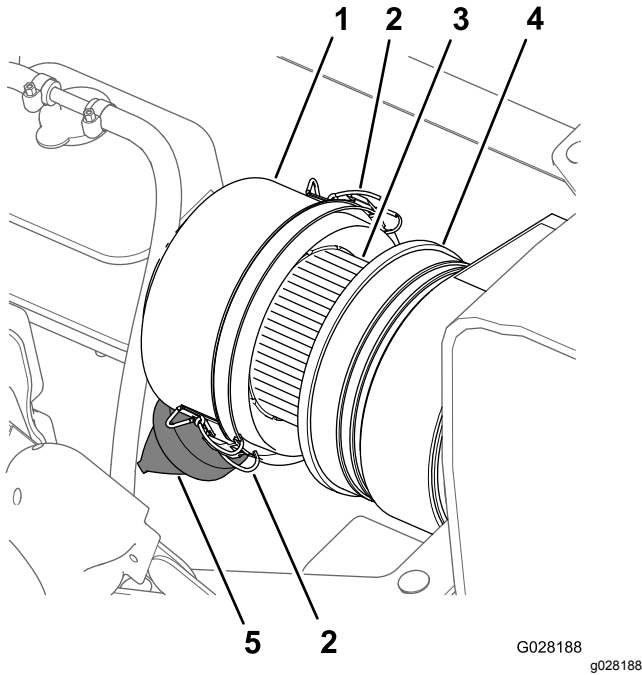
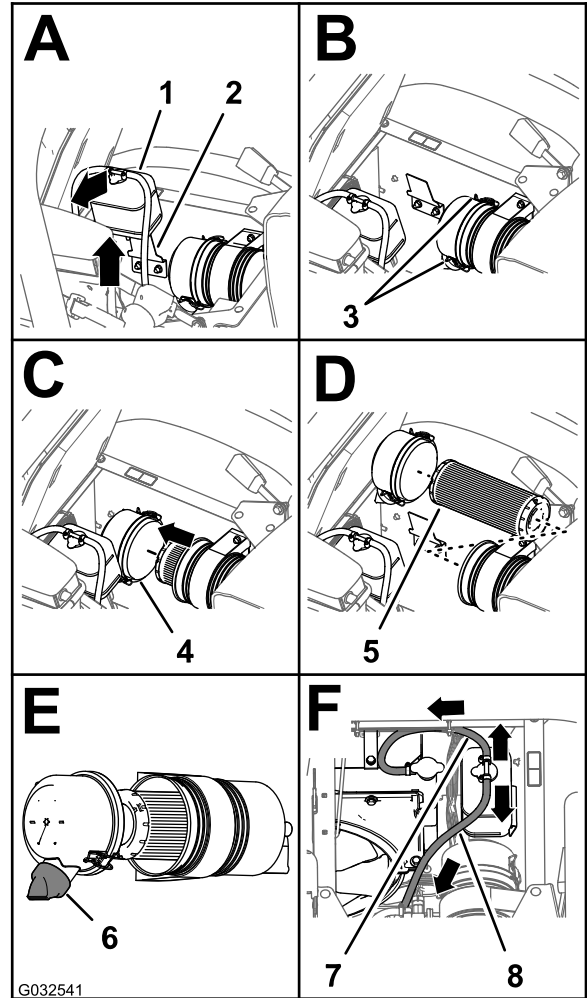

图 66
图 67
3. 清洁防尘盖和空气滤清器壳体图 66。
4. 检查空气滤清器壳体是否存在可能导致空气泄漏的损坏图 66。
5. 挤压防尘阀清除污物、灰尘和杂物 (图 66)。
7. 检查空气滤清器滤芯是否积聚了过多灰尘、污物和杂物图 66。
8. 将防尘盖安装到空气滤清器壳体上使用 2 个搭扣固定防尘盖图 66。
2. 清洁防尘盖和空气滤清器壳体图 66。
3. 向上提起冷却液溢流罐并将其移离溢流罐支撑架图 67。
4. 松开将防尘盖固定至空气滤清器壳体的 2 个搭扣图 67。
6. 用湿抹布将防尘盖、空气滤清器壳体和防尘阀内部擦拭干净图 66 和图 67。
7. 将空气滤清器滤芯插入空气滤清器的壳体图 67。
- 将防尘盖安装到空气滤清器壳体上使用 2 个搭扣固定防尘盖图 67。
注意 确保从尾端看时防尘阀在 57 点钟位置是对齐的图 67。
- 将冷却液溢流罐与溢流罐支撑架对齐稳固放置溢流罐图 67。
重要事项 确保压力释放软管向前下方伸出溢流罐通风软管向后方伸出如图 67 所示。